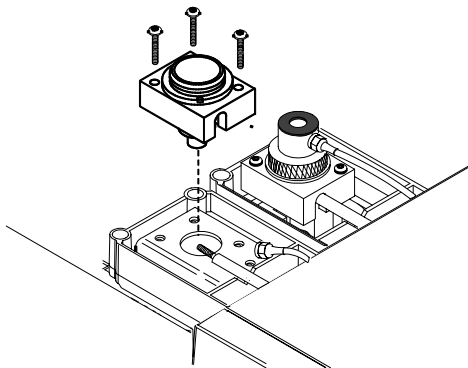

图 90 安装收集极底部组件
- 10 把下面的绝缘体插入到收集极底部组件中。安装收集极底部组件并拧紧三个螺丝钉（图 90）。